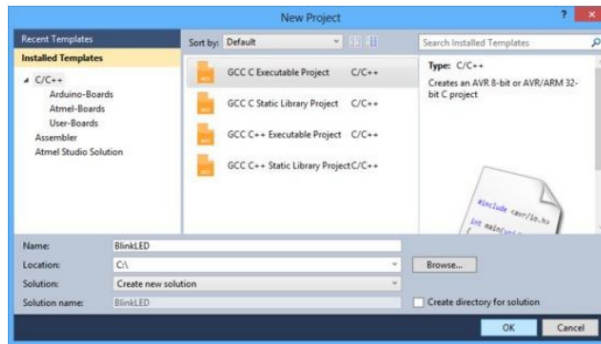

Рисунок 7.11 – Діалогове вікно New Project в Atmel Studio 6. 2
1. Відкрийте Atmel Studio 6.2 та виберіть **New Project**. У діалоговому вікні New Project виберіть **GCC C Executable Project** як шаблон для створення C-коду (рис. 7.11). Введіть ім'я проекту і вкажіть місце, де він буде зберігатися. Назовемо наш проект «BlinkLED». Зніміть прапорець **Create directory for solution** для спрощення структури каталогів проекту. Натисніть **ОК**.